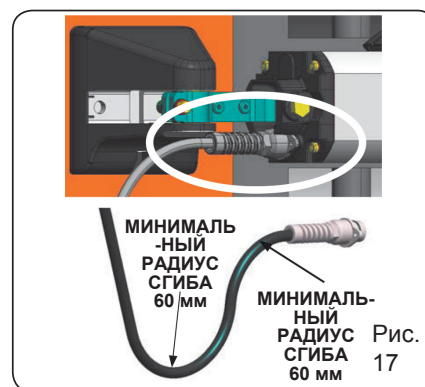

Рис. 17
18. Подсоедините кабель к приводу с помощью двух прилагаемых винтов, как показано на рис. 17.